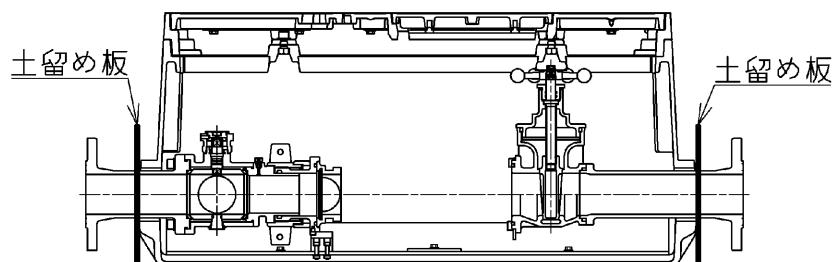

図3
- ・ 内部への土砂浸入を防ぐため、土留め板を取り付けて下さい（図3）。付属の土留め板を使用しない場合は、別途土砂の浸入を防ぐための養生を行ってください。